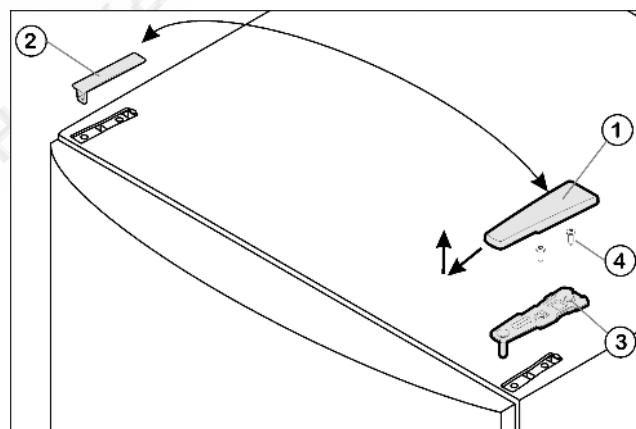

Fig. 4
- Потяните крышку Fig. 4 (1) вперед и вверх.
- Снимите крышку Fig. 4 (2).
- ▶ Открутите верхний опорный кронштейн Fig. 4 (3)(2 шт. Torx® 25) Fig. 4 (4) и вытяните вверх.
- ▶ Установите верхний опорный кронштейн Fig. 4 (3) на новой стороне шарнира и защелкните в дверце.
- ▶ Привинтите верхний опорный кронштейн **(с моментом 4 Нм)** (2 шт. Torx® 25) Fig. 4 (4). При необходимости проделайте отверстия или используйте аккумуляторную отвертку.
- ▶ Наденьте и защелкните крышку Fig. 4 (1) и крышку Fig. 4 (2) на противоположной стороне снаружи.